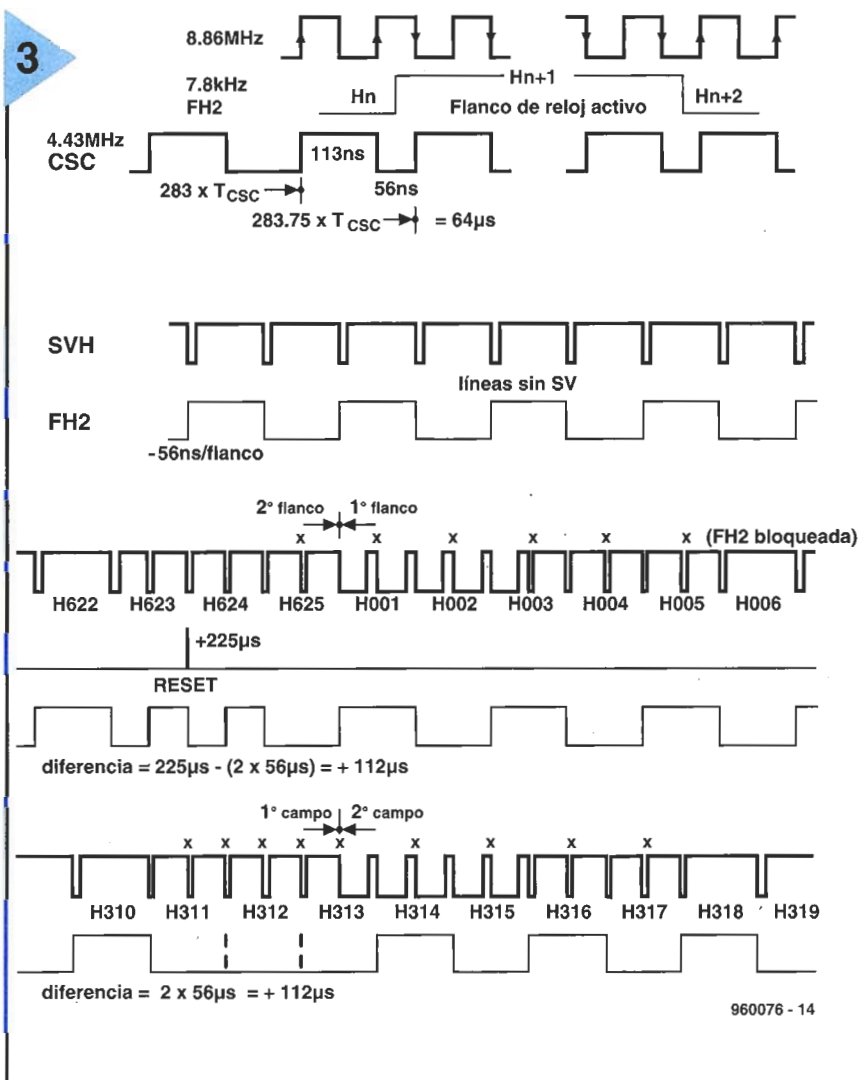

Figura 3. Cronograma que muestra la temporización horizontal. PALplus necesita que la subportadora de color esté sincronizada a la frecuencia de línea.
Se aplica esta relación tan poco común porque minimiza el riesgo de interferencia en la transmisión de las componentes moduladas de color (C) y luminancia (Y). La relación anterior se consigue mediante unos equipos de sincronismo muy sofisticados y dentro de unos estudios especiales. Afortunadamente es posible hacer lo mismo pero de manera más sencilla, utilizando circuitos integrados programables. El circuito descompone el número en tres partes: 284, -0,25 y +0,0016. 0,25x (un periodo de la señal subportadora de color) quiere decir que primero debe acortarse cada línea en $360^\circ \times 0,25 = 90^\circ$, o 56 ns más pequeño que 284 periodos. El cronograma de la figura 3 muestra cómo se generan los pulsos.